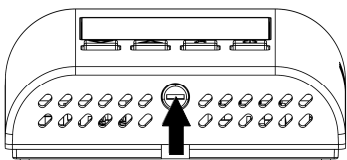

Abb. 4
- 2 Drücken Sie mit Hilfe eines Schraubendrehers die Verriegelung (linke Gehäusesseite) nach hinten (Abb. 4).